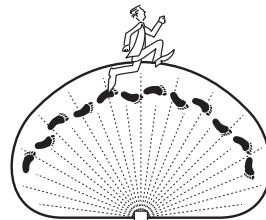

Figura 6
3. Camine por el área de cobertura y note dónde está usted cuando las luces se encienden. Además, la LED roja detrás de la lente del detector de movimiento destellará varias veces cuando se detecta movimiento (vea la Figura 6).